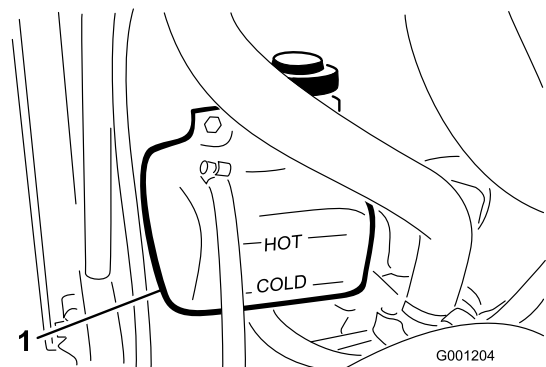

Figura 24
- Compruebe el nivel de refrigerante en el depósito de expansión (Figura 24). El nivel del refrigerante debe estar entre las marcas en el lateral del depósito.